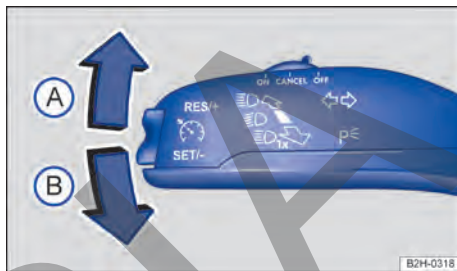

Fig. 70 En el lado izquierdo de la columna de dirección: palanca de las luces de giro y de la luz alta.
2. Mueva la palanca de las luces de giro y de la luz alta desde la posición central hasta la posición deseada → Fig. 70:
- (A) Se enciende la luz de giro derecha ➡.
- (B) Se enciende la luz de giro izquierda ◀.